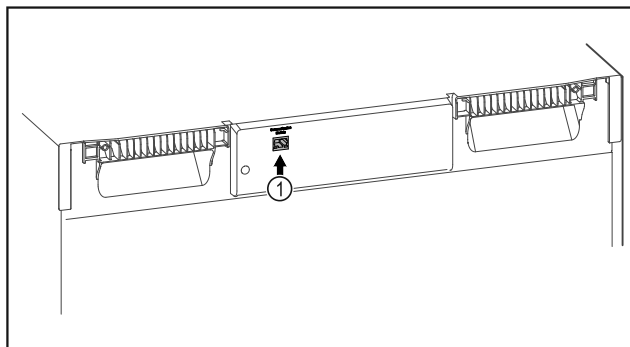

Fig. 119
- ☐ SmartModule Fig. 119 (1) är insatt.